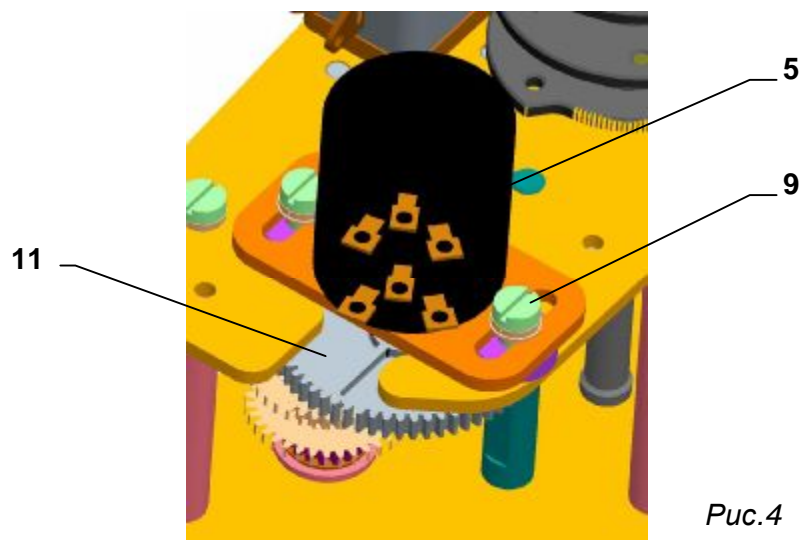

Рис.4
- в исполнении исполнения с омическим датчиком, вынесите датчик из зацепления ,(Рис.4);
4.3 Установка омического датчика (рис.4)